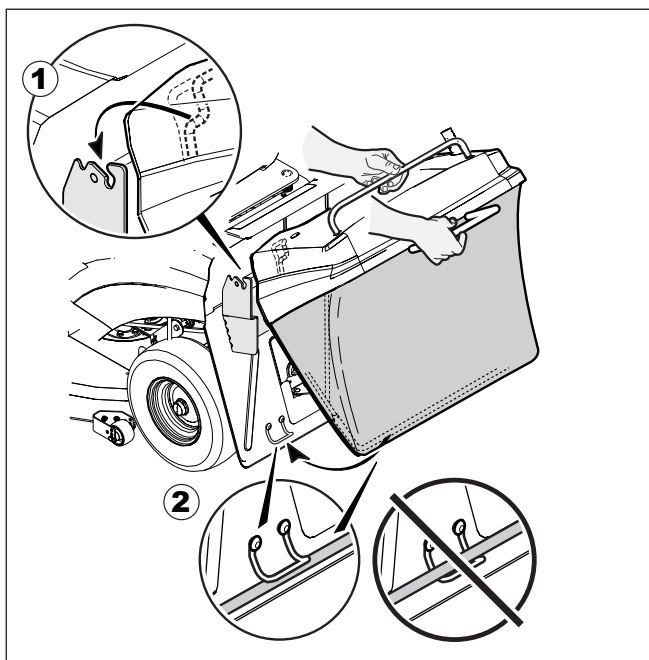

Figuur 4
1. Schuif de onderste buis (1) op het grasvangerframe (2) (zie **Figuur 4**).
3. Breng de splitpennen (3) aan in de gaten en buig de uiteinden om voor een goede bevestiging op het frame.
4. Schuif de frameconstructie in de opvangzak (4).
6. Lijn het deksel (5) van de grasvanger uit met de gaten in het frame.
7. Gebruik schroeven (6) en (7) om het deksel aan de zijkant en de bovenkant op het grasvangerframe te bevestigen.
8. Breng de grasvangerhendel (8) aan door het gat in het deksel en het frame.
9. Bevestig de grasvangerhendel met sluitring (9), schroef (10) en moer (11).
10. Monteer de achterste hendel van de grasopvangzak (12) aan de afdekking met behulp van de twee schroeven (13).